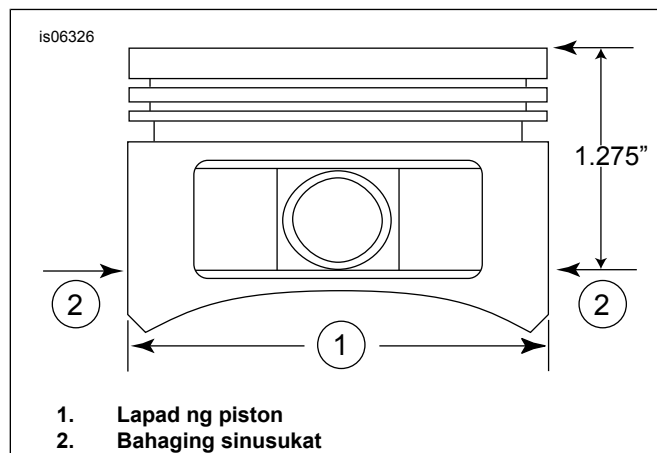

Figure 2. Mga Sukat ng Piston
5. Tingnan ang Figure 2 . Sukatin ang lapad ng piston (1) nang 90 degrees na pahiga mula sa bawat panig ng piston pin hole nang 1.275 pulgada pababa mula sa ibabaw ng deck (itaas) ng piston (2). Tingnan ang Talahanayan 5 para sa pag-akma ng piston-to-cylinder sa lokasyong ito.